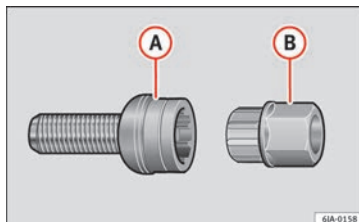

Fig. 61 Boulon antivol de roues avec adaptateur.
- Introduisez l'adaptateur (B) » fig. 61 avec le côté denté jusqu'en butée dans la denture intérieure du boulon antivol de roues de type (A), où seuls les six pans creux ressortent.
- Introduisez la clé démonte-roue dans l'adaptateur (B) jusqu'à la butée.